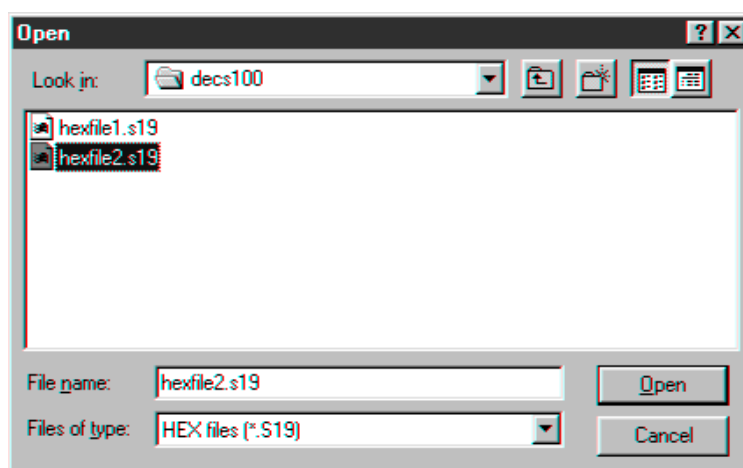

Figure 0-20. Boîte de dialogue Ouvrir
1. Cliquez sur **Communications** dans la barre de menus et cliquez sur **Changement du Mot de Passe** dans le menu déroulant. La boîte de dialogue de Changement du Mot de passe de la Figure 0-20 apparaît.